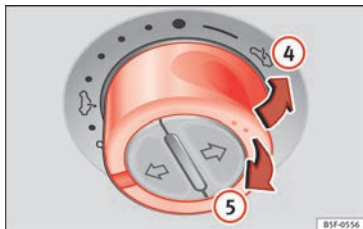

Abb. 12
- Ausstellen: Drücken Sie den Schalter auf die Position » Abb. 12 (4). Zum Einstellen einer Zwischenposition betätigen Sie den Schalter bis die gewünschte Position erreicht ist.
- Schließen: Ziehen Sie den Schalter auf die Position » Abb. 12 (5). Zum Einstellen einer Zwischenposition betätigen Sie den Schalter bis die gewünschte Position erreicht ist.